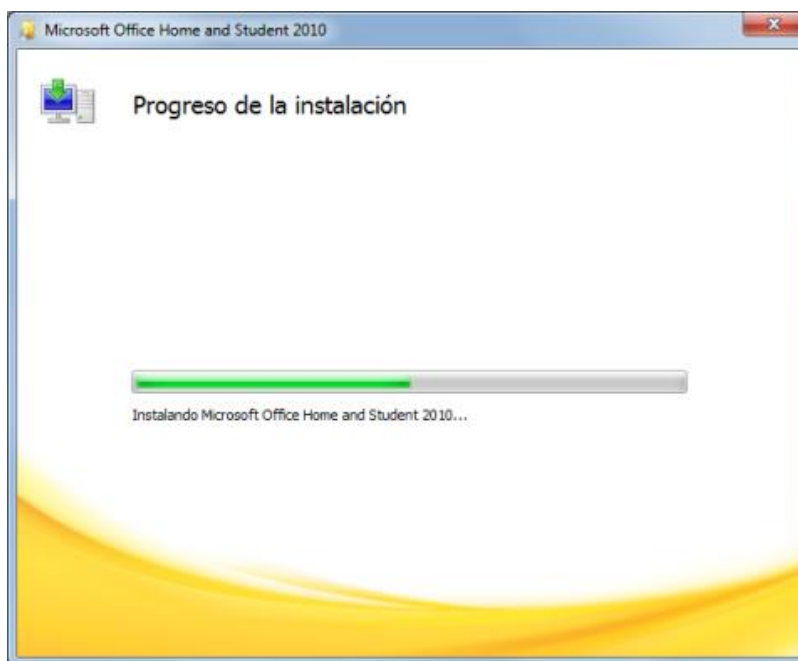

FIGURA 29 VENTANA DE PROGRESO DE INSTALACIÓN
7. Espera unos momentos mientras finaliza la instalación. El tiempo de instalación puede variar según el equipo (figura 29).